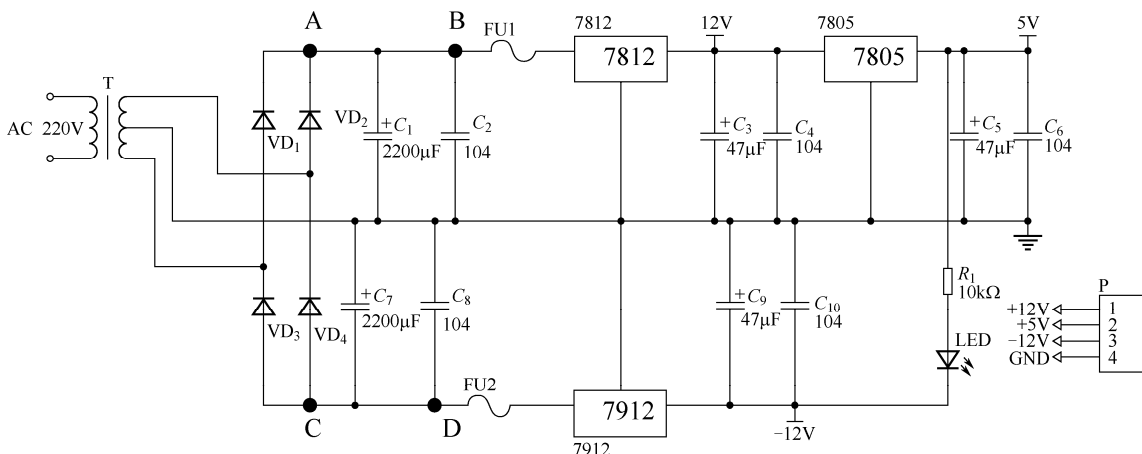

图 2-18 通电测试点
- (1) 用万用表分别测试图 2-18 中 A、B、C、D 的电压, 并做好记录。